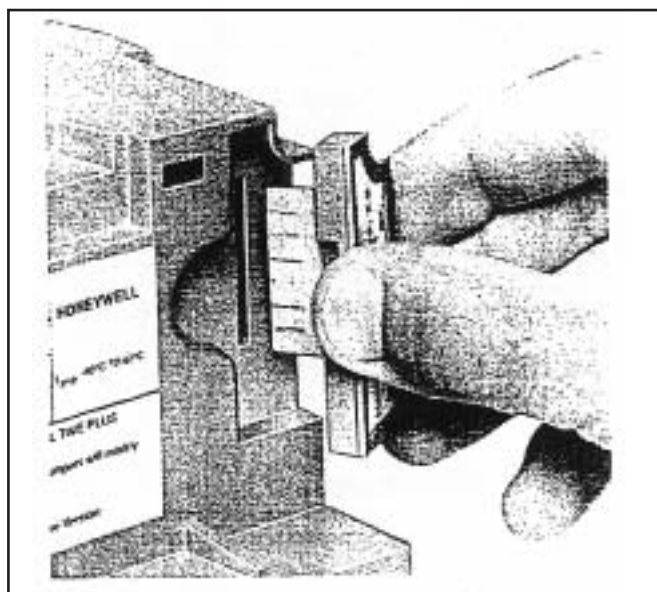

Fig. 7. Installation de la carte de purge ST7800
1. Enlever le module d'affichage à touches, le DATA CONTROLBUS MODULE™, la rallonge de câble ou le couvercle (voir fig. 7).